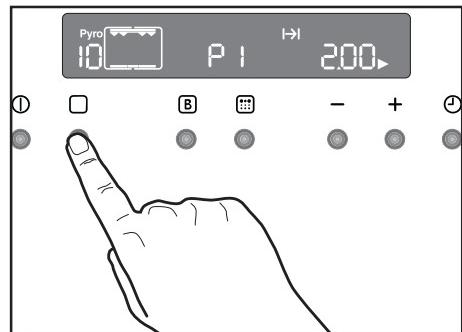

Abb. 19
1. Schalten Sie mit der Taste ① den Backofen ein. Drücken Sie die Taste □ solange, bis das Symbol der Funktion "Pyro" [Pyro] (Stufe 1 - P 1) auf dem Display eingeblendet wird (Abb. 19).